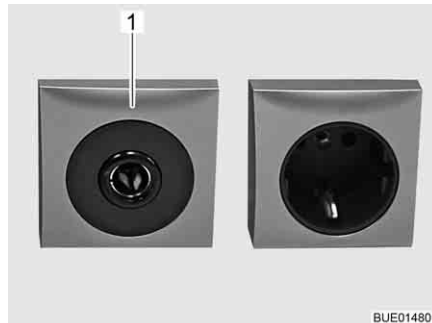

Bild 150 Eluttag 12 V/10 A
- ▷ Till 12 V-nätets eluttag (Bild 150,1) får endast apparater med maximalt 10 A anslutas.